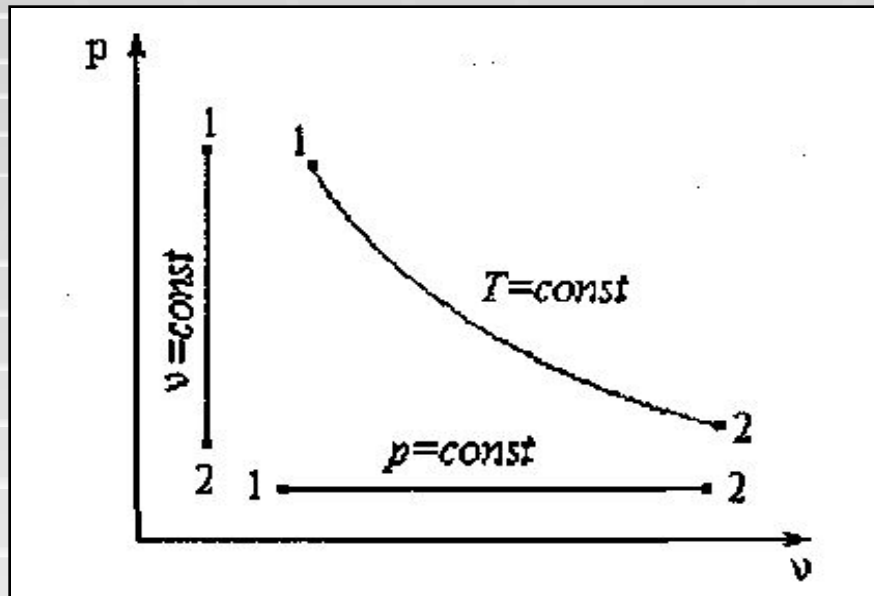

Рис. 1.1.
- *Однако использовать трехосную систему координат затруднительно, поэтому на практике пользуются проекциями кривых трехосной системы на плоскости в прямоугольной системе координат. В технической термодинамике для исследования равновесных термодинамических процессов наиболее часто применяют двухосную систему координат $p-v$. В этой системе координат вертикаль изображает изохорный процесс, горизонталь – изобарный, кривая вида гиперболы – изотермический (рис. 1.1).*